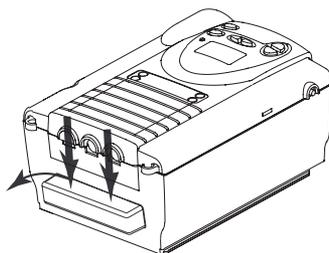

Figura 9-1 Remoção dos filtros
1. Certifique-se de que o dispositivo não está a funcionar e desligue o cabo da tomada eléctrica ou a fonte de corrente contínua (CC).
2. Tal como ilustrado na Figura 9-1, retire a tampa dos filtros pressionando suavemente o painel superior e puxando a tampa para fora, na direcção oposta à do dispositivo.